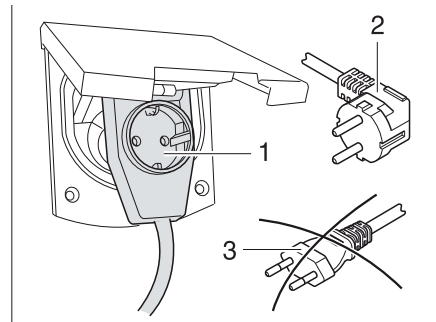

Fig. 96 Raccordement à un adaptateur coudé avec prise de courant
- ▶ Lors de l'utilisation d'un adaptateur coudé CEE 17 muni d'une prise à l'arrière (Fig. 96,1), se servir uniquement d'un connecteur en caoutchouc et scellé IP 44 avec contact de mise à la terre (Fig. 96,2). Ne pas utiliser de connecteur sans contact de mise à la terre (Fig. 96,3). Danger d'électrocution !